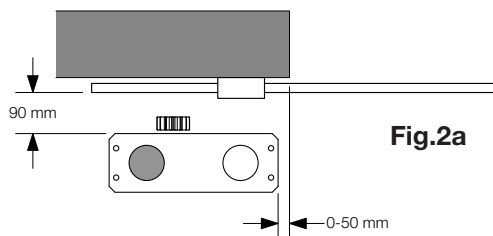

Fig.2a
Le positionnement de la plaque devra respecter les distances indiquées dans les figures 2a/b/c/d (vues de dessus):
- Fig. 2a installation avec moteur à gauche